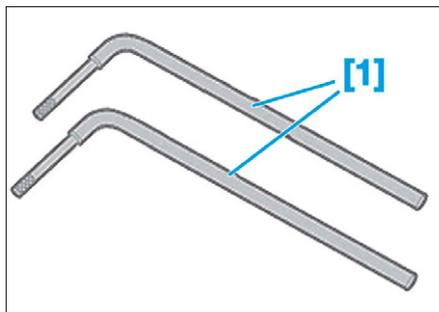

FIG. 91
- [1]. Jeu de leviers pour décoller la culasse (réf : 0149-T) (Fig.91).